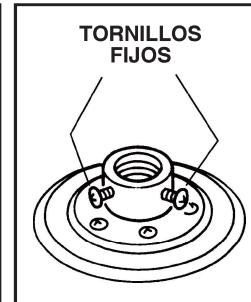

FIG. 6
Paso 2. Afloje los dos tornillos fijos de la parte superior del montaje del motor. (Fig. 6)